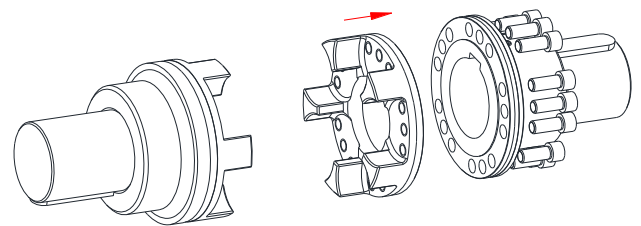

Figura 18: montaje de la brida
- Posicione la brida motriz en frente de la brida del acoplamiento (ver figura 18).